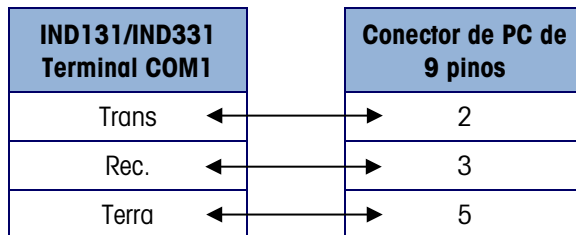

Figura 4-11: Fiação de cabo serial
5. Conecte um cabo serial configurado como mostrado na Figura 4-11 do PC para o terminal.